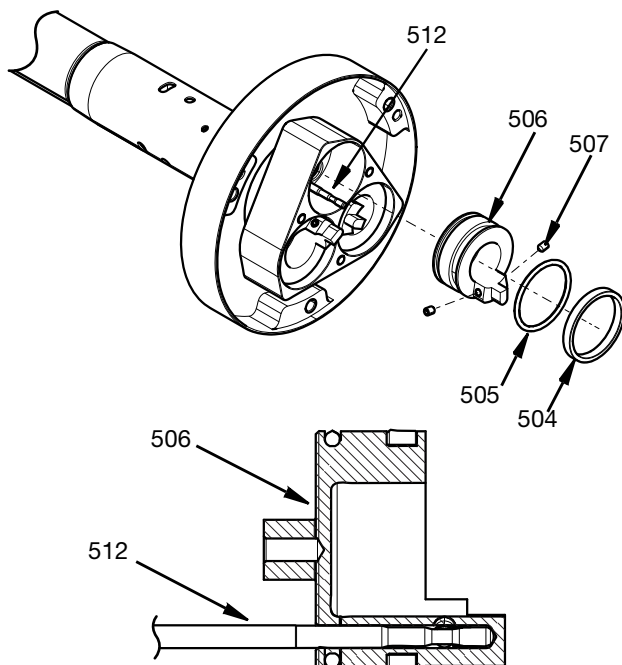

FIG. 31
- Die O-Ringe (505) und die Führungsringe (504) mit einem synthetischen Fett schmieren.
- Führen Sie die Kolben in das Zylindergehäuse (509) ein und richten Sie dabei die Bohrung für das Stangenabsperrentil auf das Stangenabsperrentil (512) aus.
- Drücken Sie die Kolben und das Stangenabsperrentil zusammen, so dass die Stangenabsperrentile in die Kolbenbohrung hinein ragen. Siehe FIG. 31.
- e. Bringen Sie eine Schraubensicherung (Loctite™ 242 Blue oder gleichwertig) auf die beiden M4-Schrauben (507) auf und ziehen Sie sie an, um den Kolben und das Stangenabsperrenteil miteinander zu verbinden. Mit 3,3 N•m (29,2 in-lbs) festziehen.
- f. Überprüfen Sie die Bewegung des Stangenabsperrenteils und des Kolbens, so dass sie sich gleichmäßig und ohne festzuklemmen bewegen. Siehe FIG. 31.